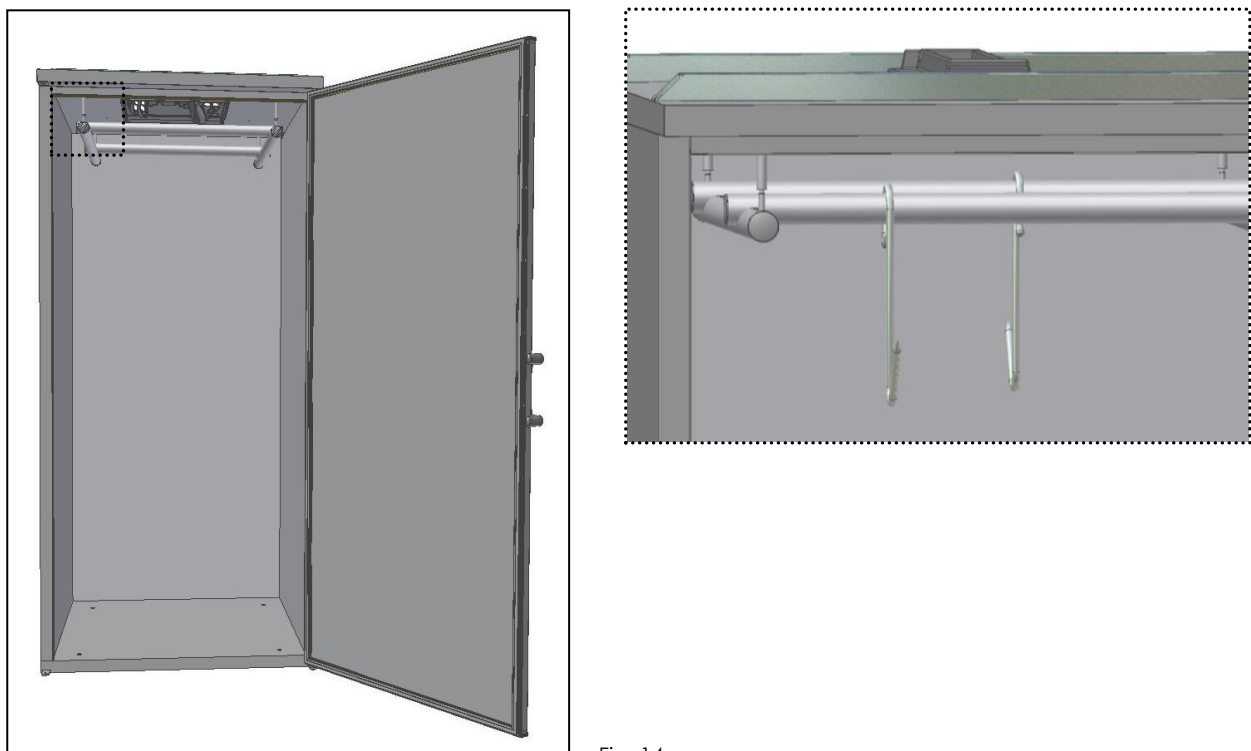

Fig. 14
- Encaixar os **tubos transversais** nos tubos laterais e colocar os ganchos onde será pendurada a caça (Fig. 14);